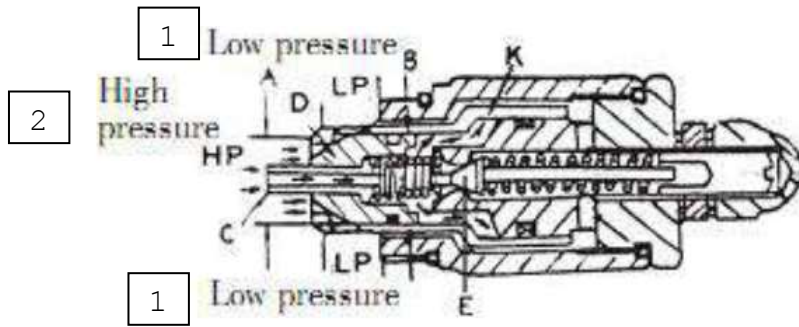

Рис. 3-6-6:
(1) Главный предохранительный клапан установлен между отверстием «НР» цилиндра и каналом низкого давления «LP». Масло течет через тарельчатый клапан «С» и воздействует на две области "А" и "В" по-разному из-за диаметра, так что тарельчатый клапан "К" обратного клапана и тарельчатый клапан "D" главного предохранительного клапана надежно установлены (см. Рис. 3-6-6).